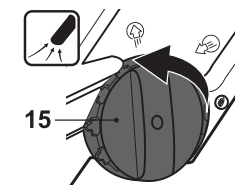

Fig. 11
> Mueva el selector de modo (15) a la posición  para usar el producto como aspirador (Fig. 11)